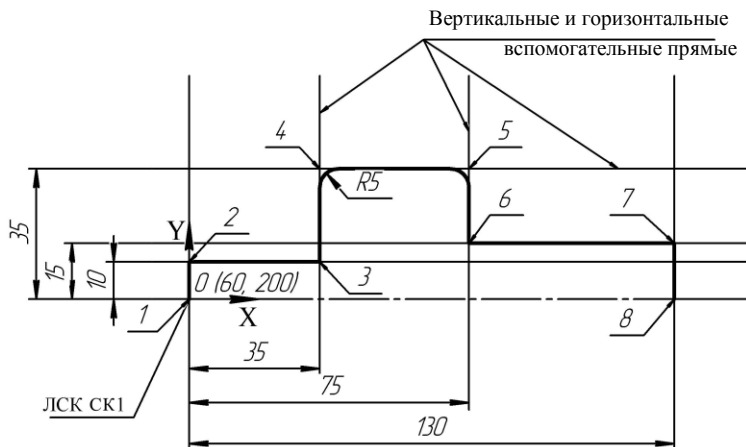

Рис. 1. Выполнение чертежа с использованием команды *Непрерывный ввод объекта*
2. Введите координаты произвольной точки первой вспомогательной горизонтальной прямой: $Y = 10$, координата X может быть любой, например $X = 0$ (рис. 1). Последовательно проведите еще две горизонтали с координатами $X = 0, Y = 15$ и $X = 0, Y = 35$.
6. Вызовите команду *Непрерывный ввод объектов* и постройте ломаную линию, соединяя последовательно точки 1–8 пересечения вспомогательных прямых (см. рис. 1).